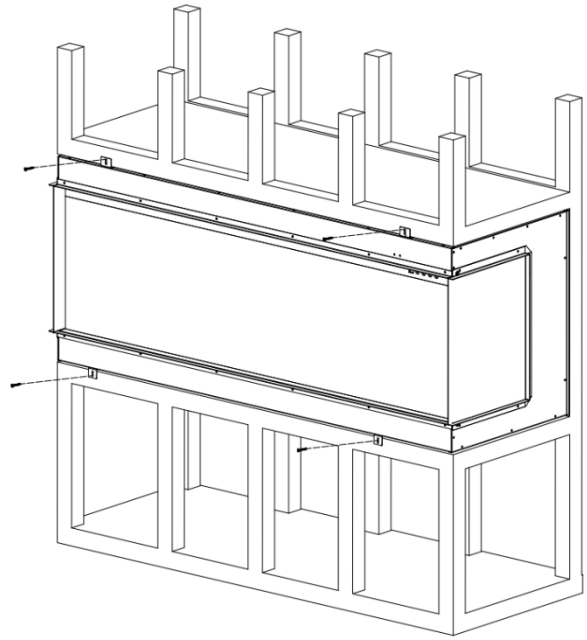

Fig.3-3
8. Insérez le foyer dans l'ouverture du mur. Enfoncez les vis de montage dans les supports et les montants du mur. Branchez et vérifiez que le foyer fonctionne correctement. Fig.3-3